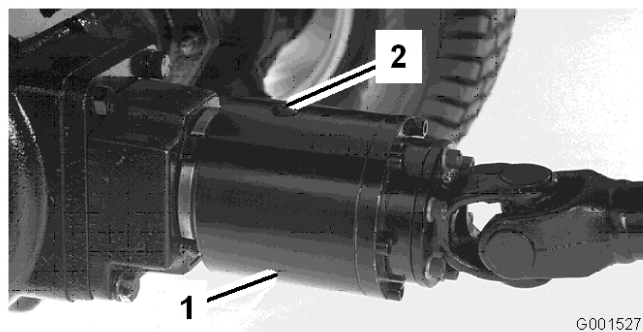

Figure 56
- Tournez l'embrayage pour que le bouchon de vidange soit en bas (Figure 56).